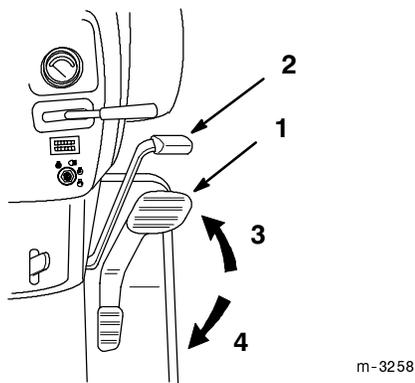

Figure 16
4. Poser le pied sur la pédale de commande de traction et enfoncer lentement le haut de la pédale pour avancer en marche avant, ou le bas de la pédale pour reculer (Fig. 16). Plus on enfonce la pédale d'un côté ou de l'autre, plus le tracteur avance vite dans le sens choisi.